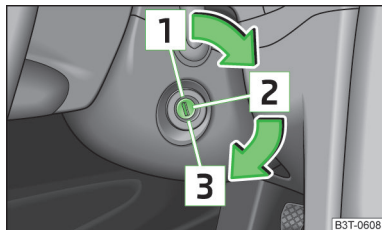

Abb. 133
- Während der Fahrt mit stehendem Motor muss der Zündschlüssel immer in der Stellung **Z** » Abb. 133 auf Seite 141 (Zündung eingeschaltet) sein. Diese Stellung wird durch das Aufleuchten einiger Kontrollleuchten im Kombi-Instrument angezeigt.
- Der Anlasser darf nur dann betätigt werden, wenn der Motor und das Fahrzeug steht. Wird der Anlasser bei laufendem Motor betätigt **[3]** » Abb. 133 auf Seite 141, kann der Anlasser bzw. der Motor beschädigt werden.
**Benzinmotoren** » Abb. 133
**Dieselmotoren** » Abb. 133
Wenn die **Lenkung gesperrt ist** und der Schlüssel sich nicht oder nur schwer in die Position **2** » Abb. 133 drehen lässt, dann ist das Lenkrad etwas hin und her zu bewegen - die Lenkungsverriegelung wird dadurch entriegelt.
- Die Zündung einschalten **2** » Abb. 133 auf Seite 141.
» Abb. 133 auf Seite 141.